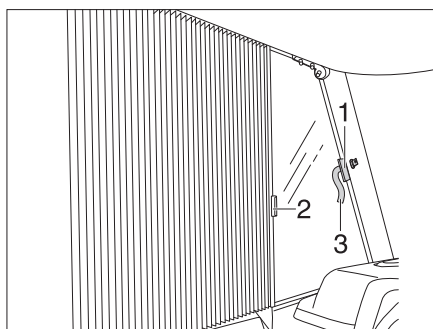

Fig. 13 Bloccaggio della tendina oscurante pieghevole per il finestrino del conducente/passeggero
- Spingere le tendine oscuranti pieghevoli per il finestrino del guidatore e del passeggero sotto la copertura afferrando le impugnature (Fig. 13,2) e bloccarle con le chiusure a velcro (Fig. 13,1 e Fig. 13,3). La tendina oscurante pieghevole è ora bloccata.